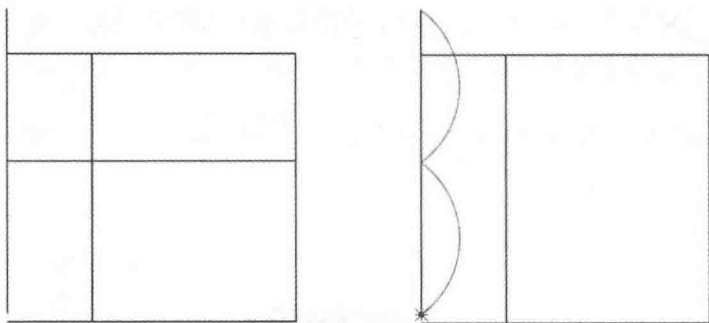

图 7-7 画烫迹线步骤 1
(6) 选择  【等份规】工具,将横裆线平分二个等份。然后用  【智能笔】工具,切换成丁字尺状态,从横裆线二等份处连接到腰口基础线(图 7-7)。